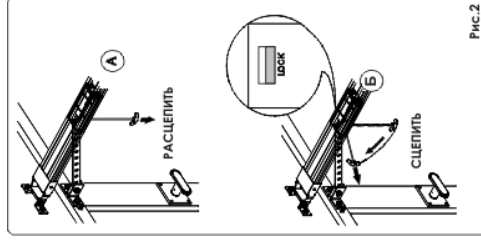

рис.2
- Расцепить привод, потянув трос расцепителя вниз (рис. 2-А).
Сцепите привод, потянув трос расцепителя в сторону ворот (рис. 2-Б), и убедитесь, что индикатор расцепителя в нижней части каретки красного цвета.